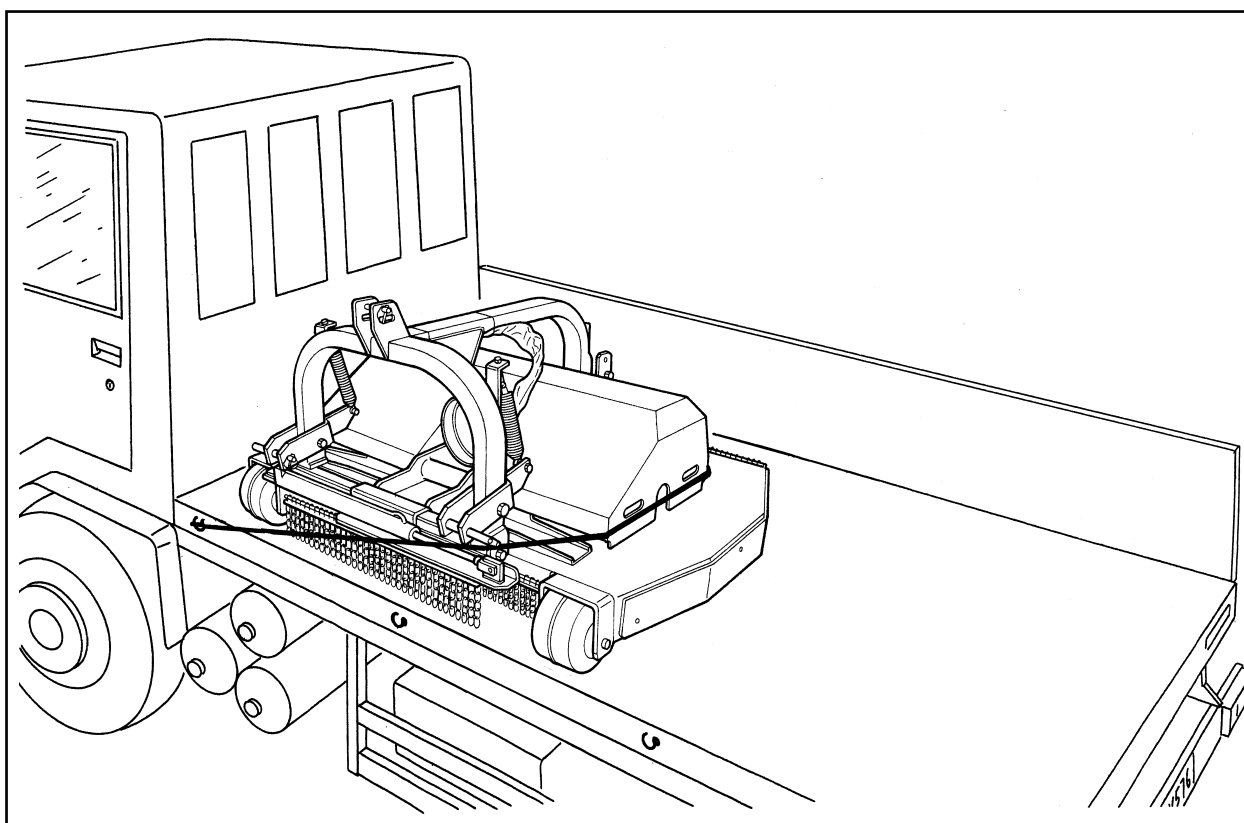

Fig. 1 – Slika 1 – 1. sz. ábra
- Il est possible de transporter la tondeuse avec d'autres moyens (camions, fourgons, remorques etc.) (**Fig. 1**) à condition de respecter les limites de charge ainsi que les lois sur le transport en vigueur dans le pays d'utilisation de la machine.